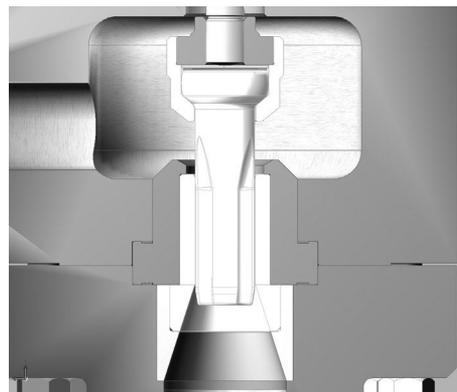

Рис. 1. Серия 74000
2. Снимите гайки штока корпуса (8) с нижнего фланца (1) на корпусе затвора. Сборка затвора показана на рис. 1.